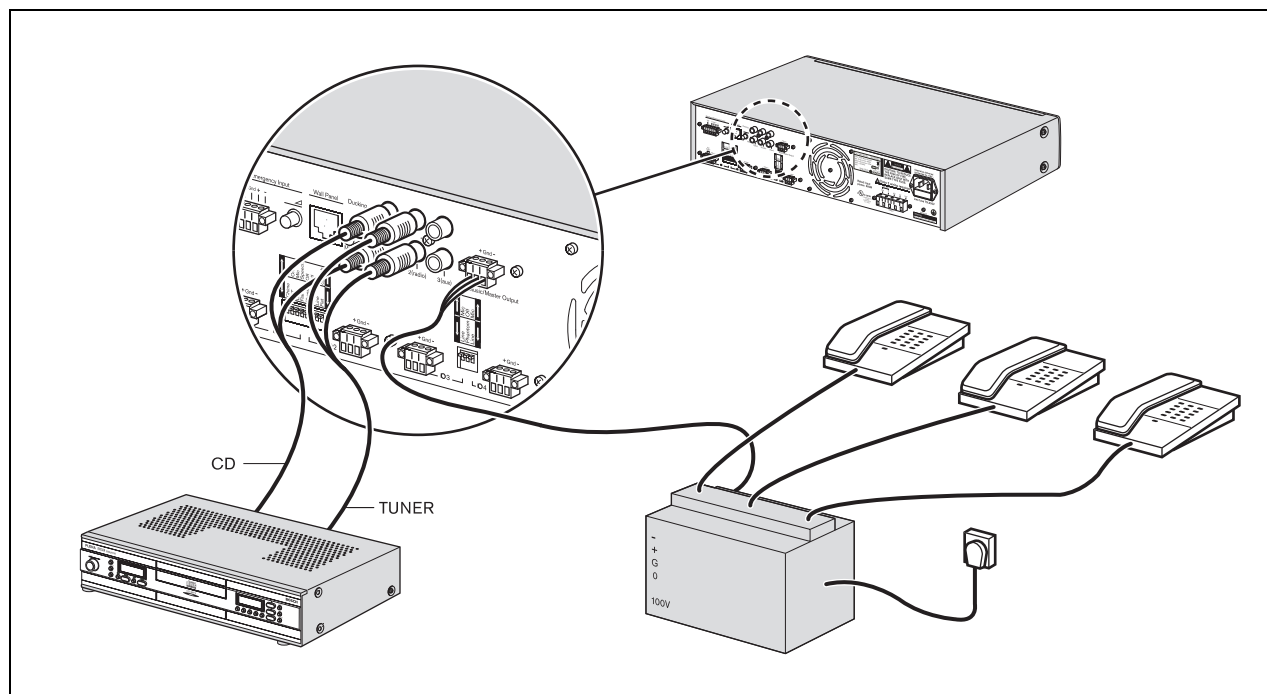

figure 4.6: Connexion d'entrées de sources musicales
Utilisez le connecteur de sortie principale musicale (8) pour fournir une source de sortie musicale dédiée pour un autre dispositif. Par exemple, la sortie musicale principale peut être connectée à un coupleur téléphonique afin que les appelants écoutent une musique lorsque leur appel est en attente (voir figure 4.6).